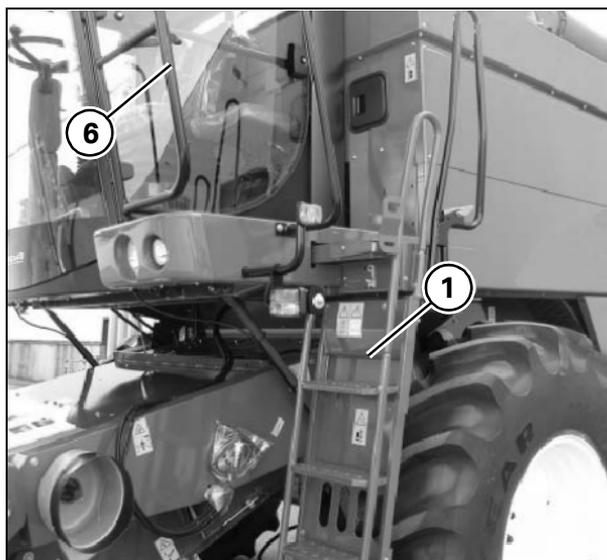

Рис. 78
- Теперь лестница (1) находится в положении, показанном на **Рис. 78** и предназначенном исключительно для перемещения по дорогам общественного пользования.
Очистить стекло с левой стороны, не выходя за переднее ограждение (6 **Рис. 78**).